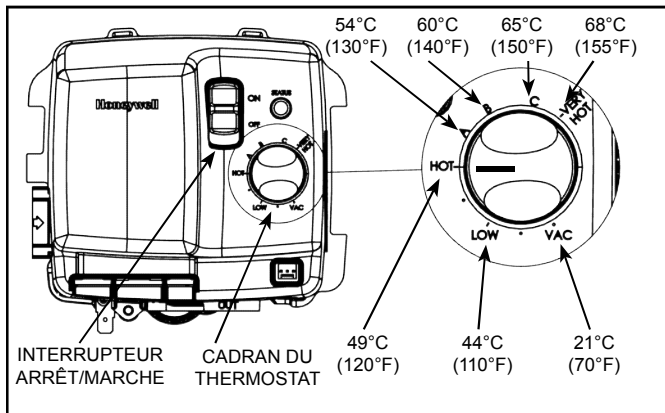

Figure 38.
Ce chauffe-eau est muni d'un thermostat réglable qui contrôle la température de l'eau (voir Figure 38). L'eau chaude utilisée dans les lave-vaisselle ou les laveuses à linge peut causer des brûlures par ébouillantage pouvant entraîner de graves blessures ou la mort. La température pouvant causer ces blessures varie en fonction de l'âge de la personne et de la durée de l'exposition. Les enfants, les personnes âgées et handicapées réagissent moins rapidement, ce qui les rend plus à risque. Ne laissez jamais de jeunes enfants utiliser un robinet d'eau chaude et ne les laissez jamais seuls lors du remplissage d'une baignoire. Ne laissez jamais un enfant ou une personne handicapée prendre un bain ou une douche sans supervision.
Les réglages de température de la commande du gaz sont illustrés dans Figure 38.
1. Réglez le thermostat à sa valeur la plus basse. Si le chauffe-eau fonctionne, attendez qu'il s'arrête (voir Figure 38).